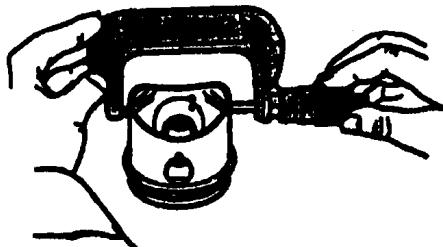

图 1-42
(1) 检查活塞尺寸，如图 1-42 所示。检测部位距裙部下缘约 10mm，并与活塞销轴线成 90°，要求与公称尺寸的最大偏差为 0.04mm。